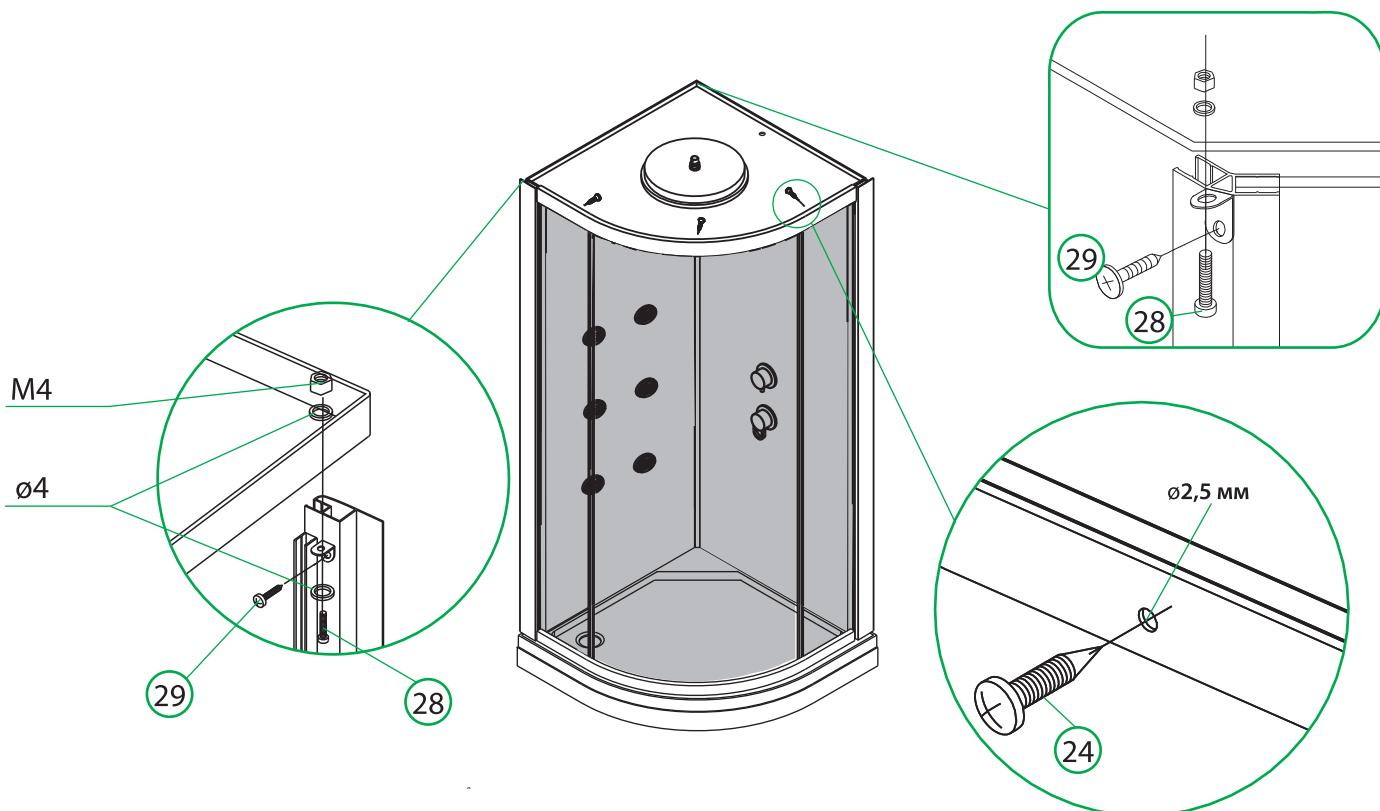

Рис. 13 / 13-сур.
9. Прикрепите крышу кабины с верхним душем к профилям (рис. 13).